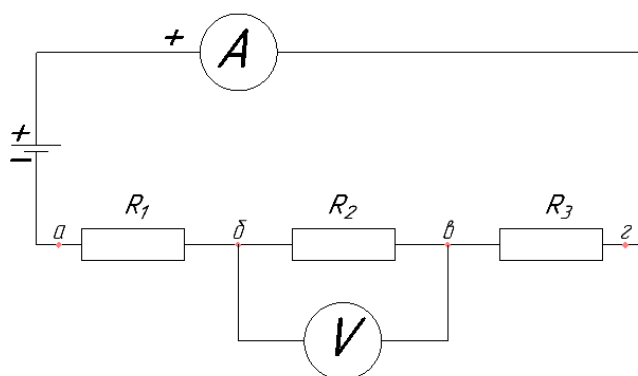

Рисунок 2.2.2 – Схема подключения амперметра и вольтметра при последовательном соединении резисторов
- 4) Измерить силу тока в цепи и падение напряжения на каждом резисторе (рисунок 2.2.2), замеры вольтметром произвести трижды на участках а-б, б-в, в-г. Результаты записать в строку 2 таблицы 2.2.2.